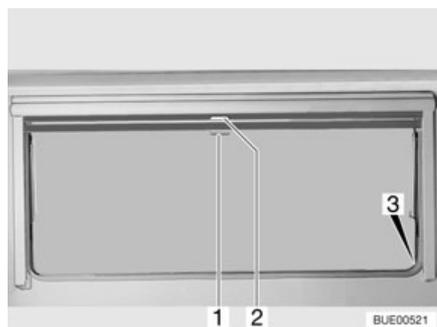

Fig. 57 Ventana abatible
- Tirar del asidero (Fig. 57,2) de la persiana oscurecedora enrollable hacia abajo. Cuando la persiana oscurecedora enrollable se cierre por completo, encajarla en el bloqueo (Fig. 57,3) a ambos lados del marco de la ventana.
- Cuando la persiana oscurecedora enrollable está completamente cerrada: Presionar el tirador (Fig. 57,2) hacia abajo y tirarlo ligeramente hacia dentro. Desenganchar la persiana oscurecedora enrollable de los bloques a izquierda y derecha del marco de la ventana.
- Cuando la persiana oscurecedora enrollable se encuentre en una posición intermedia: Tirar ligeramente del asidero (Fig. 57,2) hacia abajo, hasta que se hay soltado el bloqueo.
- Tirar hacia abajo de la mosquitera enrollable (Fig. 57,1) y engancharla en el bloqueo (Fig. 57,3) a ambos lados del marco de la ventana.
- Presionar el tirador (Fig. 57,1) hacia abajo y tirarlo ligeramente hacia dentro. Desenganchar la mosquitera enrollable de los bloqueos a izquierda y derecha del marco de la ventana.